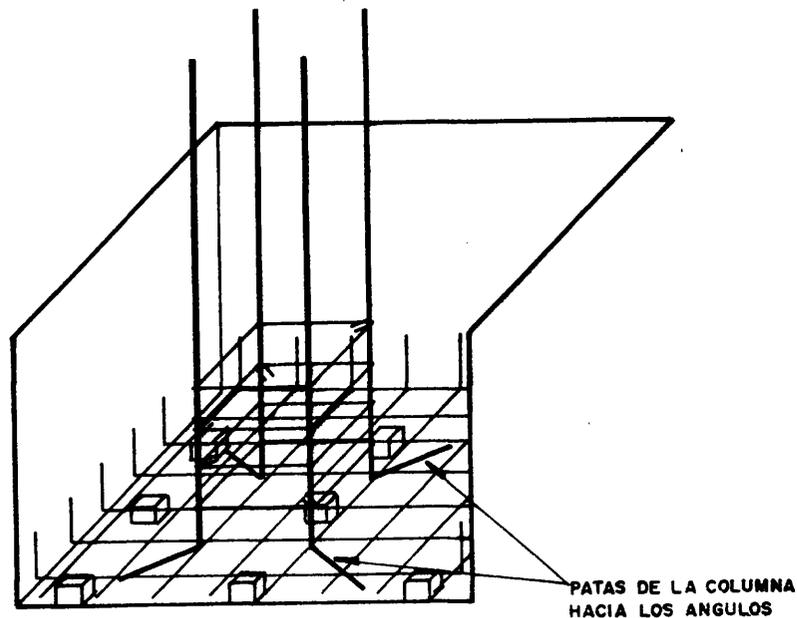

Fig. 11
10. Se fija el estribo a las cabillas, y éstas a los cuartones; oriente las patas hacia los ángulos de la parrilla (fig. 11).